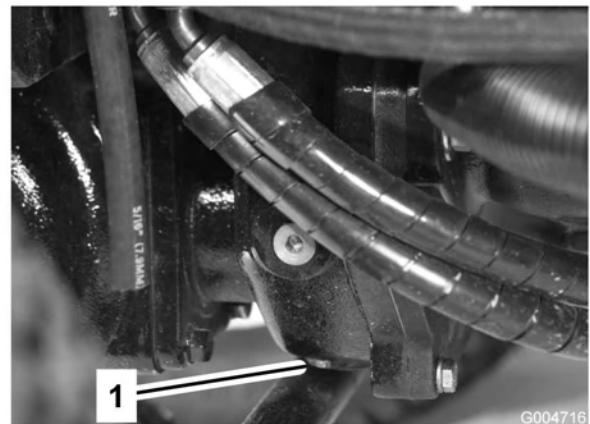

Bild 61
5. Reinigen Sie den Bereich um die Ablassschraube an der Unterseite des Getriebes (Bild 61).